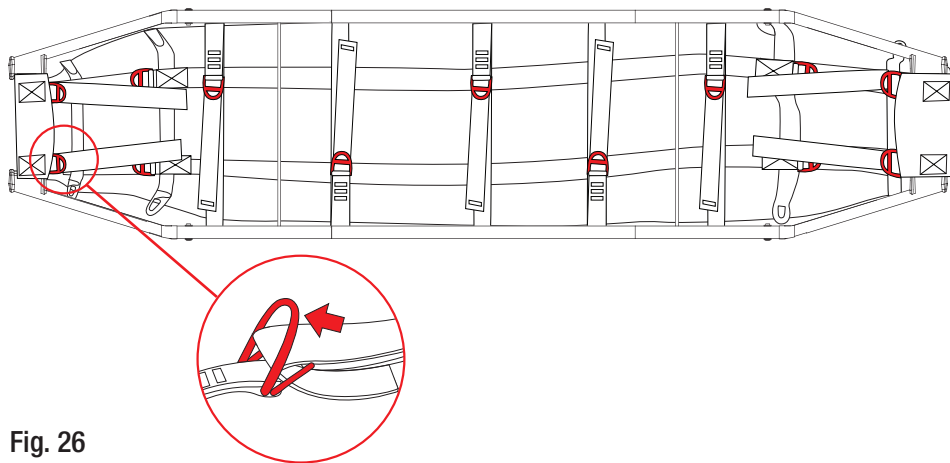

Fig. 26
- allentare le cinghie trasversali e longitudinali (fig. 26) e sfilarle dai passanti,